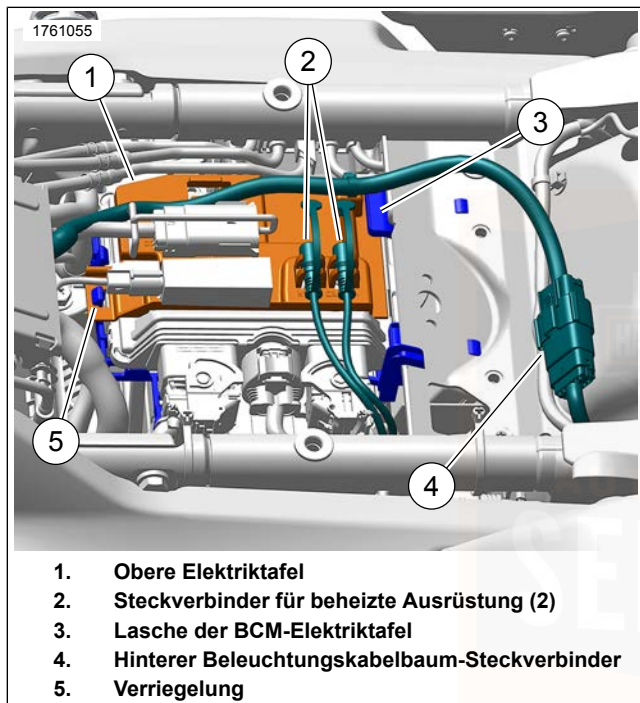
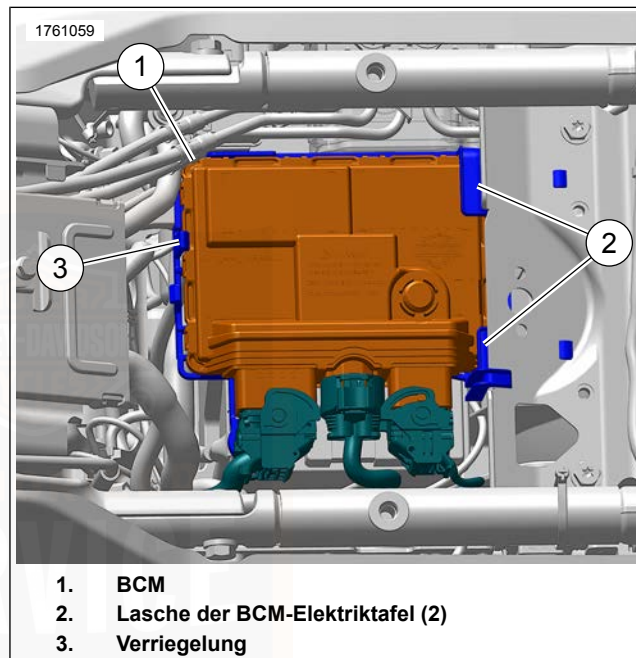
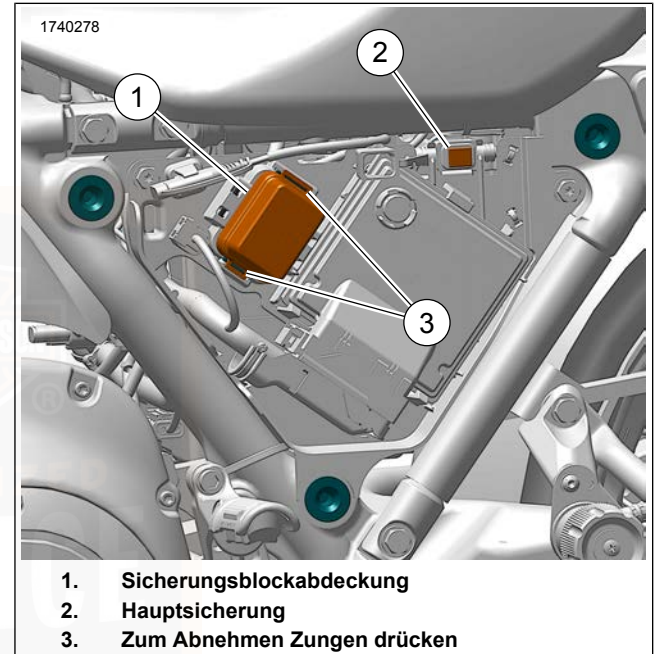

Abbildung 107. Ausbau/Einbau der oberen Elektriztafel
Abbildung 108. Ausbau/Einbau des BCM
Abbildung 111. Sicherungsblock (unter der linken Seitenabdeckung)
- d. Siehe Abbildung 111 . Die Hauptsicherung (2) ausbauen.
3. Siehe Abbildung 107. Den Steckverbinder (4) des hinteren Beleuchtungskabelbaums abklemmen.
4. Die Steckverbinder (2) der beheizten Ausrüstung von der oberen Elektrizitätstafel (1) entfernen.
5. Die Verriegelung (5) leicht nach hinten drücken und die Vorderseite der oberen Elektrizitätstafel anheben. Die obere Elektrizitätstafel nach vorne schieben, um sie von der Lasche (3) der BCM-Elektrizitätstafel zu lösen.
7. Siehe Abbildung 108. Die Verriegelung (3) leicht nach vorne drücken und die Vorderseite des BCM (1) anheben. Das BCM nach vorne schieben, um es von den Laschen (2) der BCM-Elektrizitätstafel zu lösen.
9. Siehe Abbildung 108. Das BCM (1) in die Position oben auf der BCM-Elektriktafel absenken. Das BCM nach hinten unter die hinteren Laschen (2) der BCM-Elektriktafel schieben.
10. Die Vorderseite des BCM nach unten drücken, bis die Verriegelung (3) einrastet.
11. Siehe Abbildung 107. Die obere Elektriktafel (1) in die Position oben auf dem BCM absenken. Die obere Elektriktafel nach hinten unter die Lasche (3) der BCM-Elektriktafel schieben.
12. Die Vorderseite der oberen Elektriktafel nach unten drücken, bis die Verriegelung (5) einrastet.
13. Die Steckverbinder (2) für die beheizte Ausrüstungen in den Haltern an der oberen Elektriktafel anbringen.
14. Den Steckverbinder (4) des hinteren Beleuchtungskabelbaums anschließen.
15. Siehe Abbildung 111 . Die Hauptsicherung (2) einbauen.
Siehe Abbildung 111. Eine 60 A -Hauptsicherung (2) befindet sich in der Nähe des Sicherungsblocks. Wenn die Hauptsicherung entfernt wird, unterbricht das die Stromversorgung zu allen Systemen, außer Anlasser und Anlassermotor/-magnetschalter.
Siehe Abbildung 111. Sicherungen befinden sich unter der linken Seitenabdeckung.